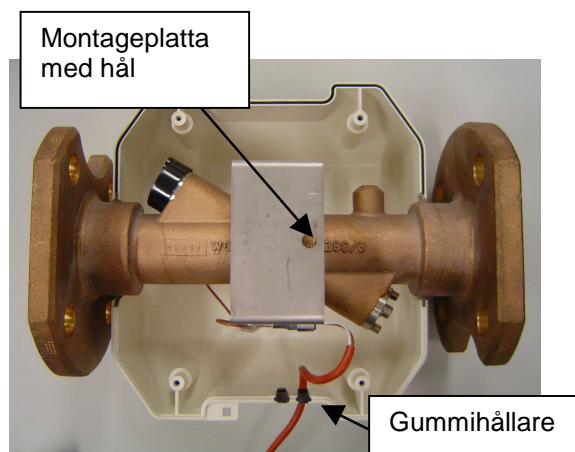

Fig. 13: Mätare med nedre halvan av skalet
- Ta bort nedre delen av skalet – se till att gumminanslutningen (se fig. 13) tas bort försiktigt.
- Montera den övre delen av skalen, se till att styrningstappen hamnar i hålet på montageplattan (se fig. 13)